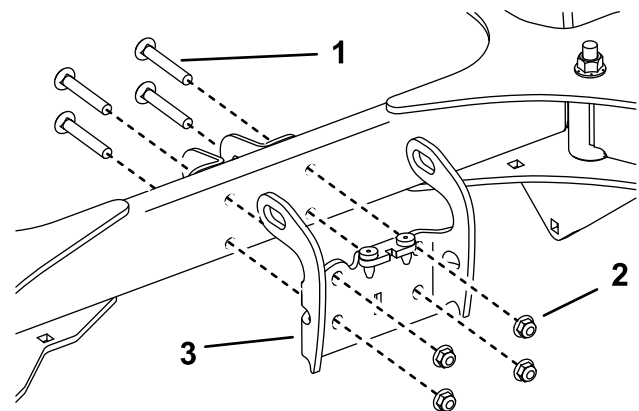

Figure 4
1. Retirez les 4 boulons de carrosserie ( $\frac{3}{8}$  x  $2\frac{1}{2}$  po), les 4 écrous ( $\frac{3}{8}$  po) et le support de blocage (Figure 4).